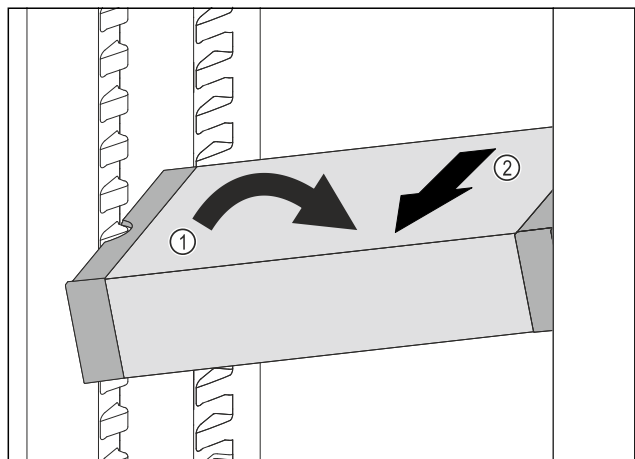

Fig. 210
- ▶ Расположите VarioSafe в холодильном отделении под наклоном. Fig. 210 (1)
- ▶ Извлеките VarioSafe движением вперед. Fig. 210 (2)